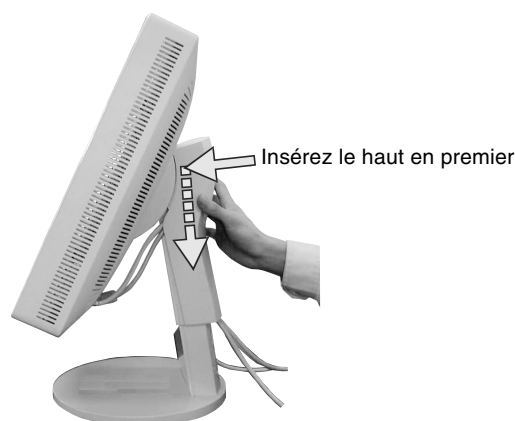
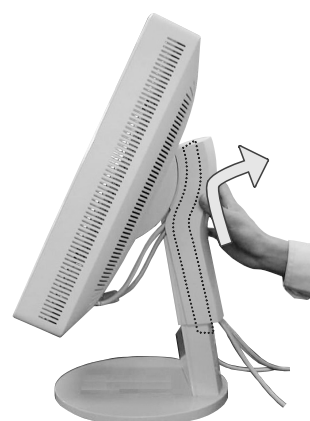

Figure D.1
Figure D.2
13. Maintenez fermement les câbles et placez le cache-câble sur le support (**Figure D.1**). Pour retirer le cache-câble, soulevez le couvercle comme indiqué sur la **Figure D.2**.